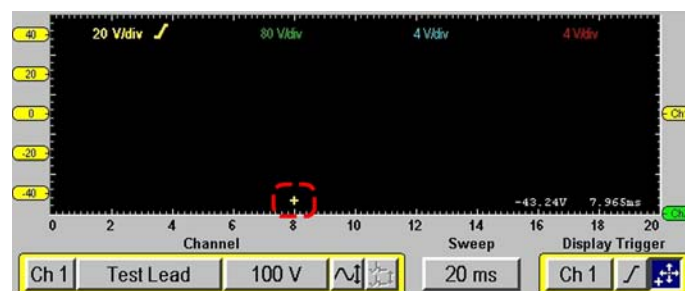

Abbildung 4-56 Kanaltrigger-Positionsmarkierung (Beispiel)
- Wenn ein Kanaltrigger (Ch 1–4) ausgewählt wird, wird ein Plus-Zeichen (+) in der Farbe des Kanals, den es repräsentiert, im Signalfeld angezeigt (Abbildung 4-56).